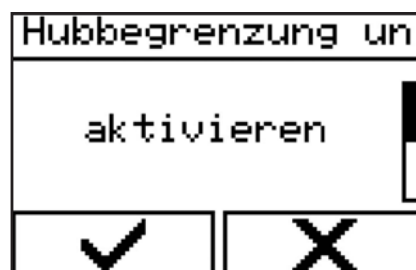

Abbildung 101 - Hubbegrenzung aktivieren
2. „Hubbegrenzung unten aktivieren“ (Abbildung 101) auswählen.